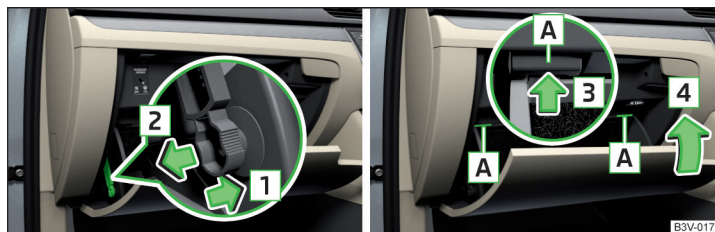

Abb. 267 Ablagefach auf der Beifahrerseite
- Die Bremsstange in Pfeilrichtung **1** entriegeln » Abb. 267.